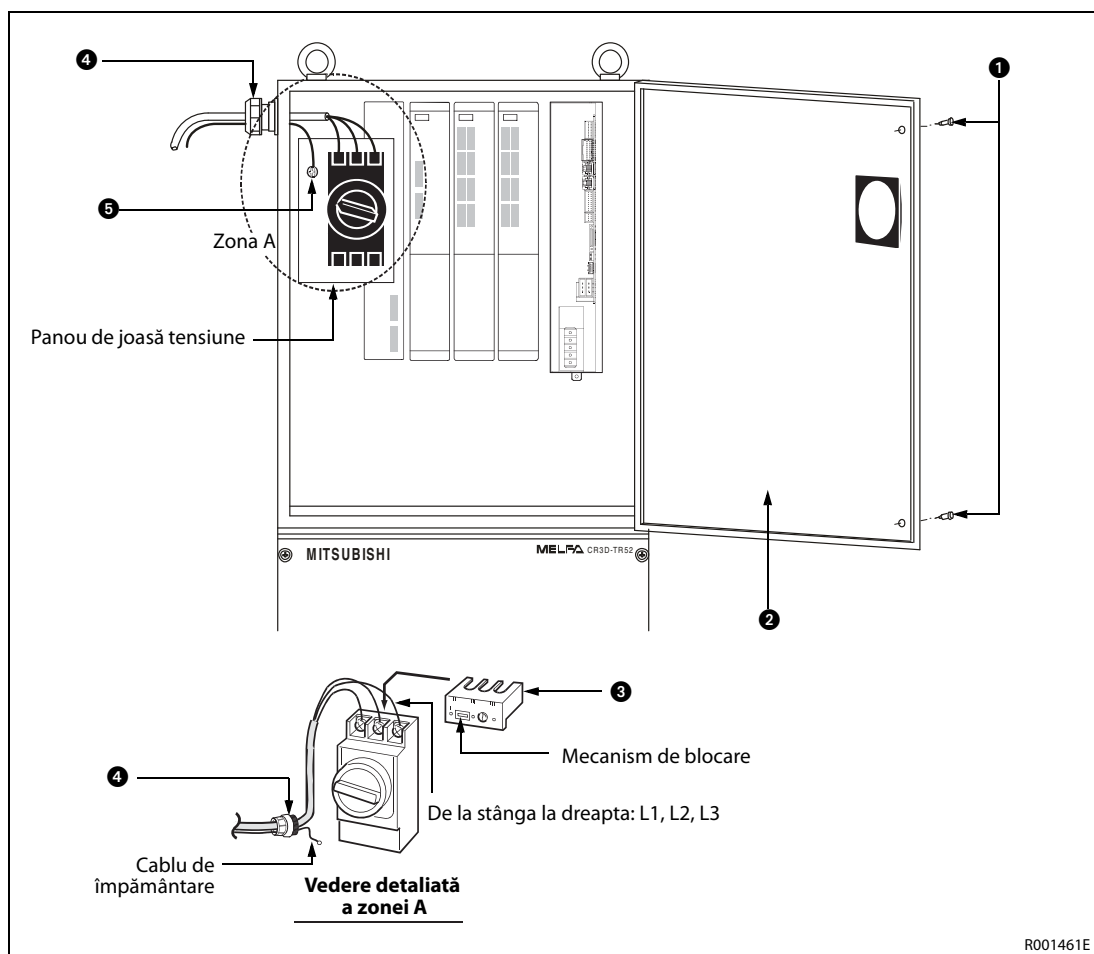

Fig. 4-6: Conectarea cablului de rețea și împământarea la unitatea de control CR3D și la unitatea de acționare DU3
- ① Asigurați-vă că alimentarea de la rețea și comutatorul de alimentare al unității de control sau al unității de acționare sunt oprite.
- ② Desfaceți cele două șuruburi ① ale ușiței ②, rotiți comutatorul [POWER] pe poziția "OFF" și deschideți ușița.
- ③ Îndepărtați capacul terminalelor ③ de la comutatorul de alimentare apăsând mecanismul de blocare în sus și apoi îndepărtați capacul.
- ④ Pregătiți cablul de rețea (alimentarea) și cablul de împământare. Utilizați un cablu cu o secțiune minimă de 2,5 mm².
- ⑤ Desprindeți conexiunea cablului din lateral ④ și introduceți cablul de alimentare și cablul de împământare prin conexiunea cablului.
- ⑥ Conectați cablul de rețea la terminalele comutatorului de alimentare în conformitate cu Fig. 4-6.
- ⑦ Conectați cablul de împământare la conexiunea de împământare ⑤ (șurub M5) la panoul de joasă tensiune.
- ⑧ Fixați la loc capacul terminalelor ③ de la comutatorul de alimentare. Veți auzi un pocnet atunci când se fixează pe poziție.
- ⑨ Strângeți conexiunea cablului.
- ⑩ Închideți ușița unității de control ②. Veți auzi un pocnet atunci când ușița se fixează pe poziție. Fixați ușița cu șuruburile ①.